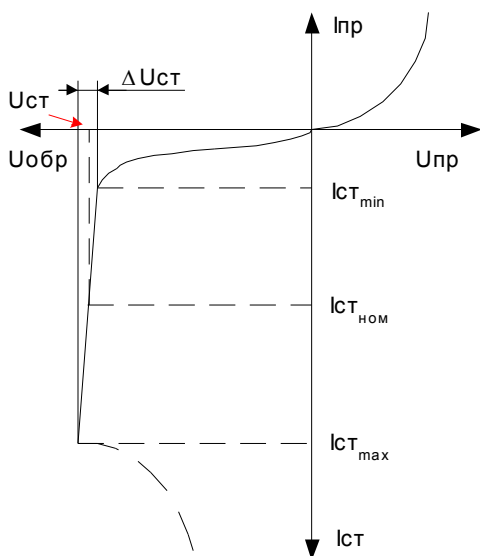

Рис. 42
- ◆ Минимальное, максимальное и номинальное значение тока стабилизации  $I_{ст.мин}$ ,  $I_{ст.ном}$ ,  $I_{ст.мах}$ . (смотрите рисунок 42).